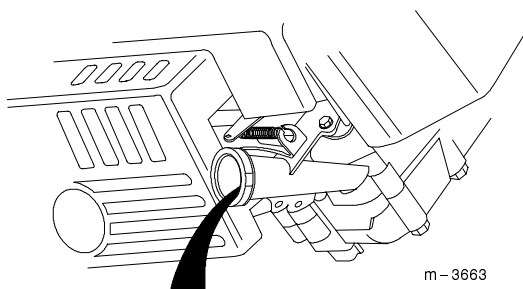

Figure 11
4. Basculer la tondeuse du côté **gauche** et laisser l'huile s'écouler dans le bac de vidange (Fig. 11).